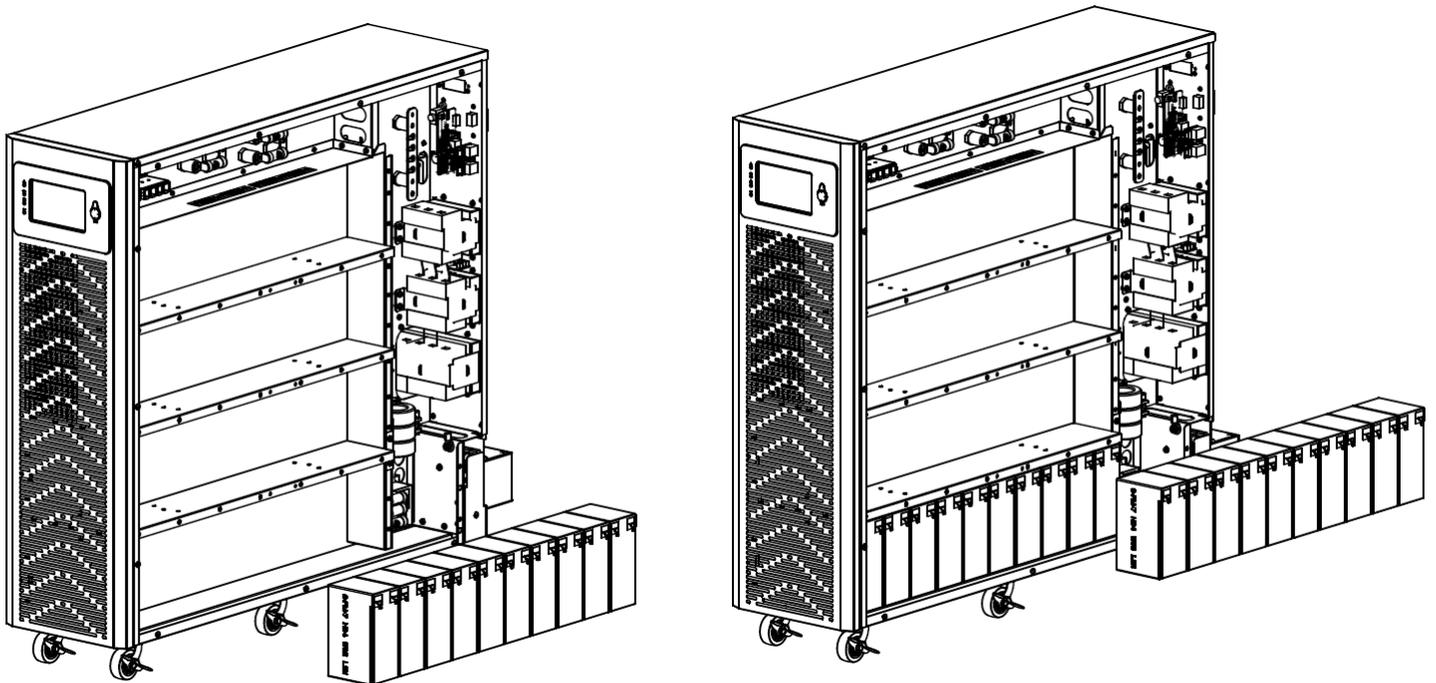

Figura 3-9: Instale las baterías en los entrepaños primero y segundo en el lado derecho.
- Trabajando desde la parte inferior hacia arriba, instale 10 baterías en los entrepaños primero y segundo en el lado derecho de la unidad (Figura 3-9). Mantenga siempre el lado de la terminal de todas las baterías viendo hacia arriba.